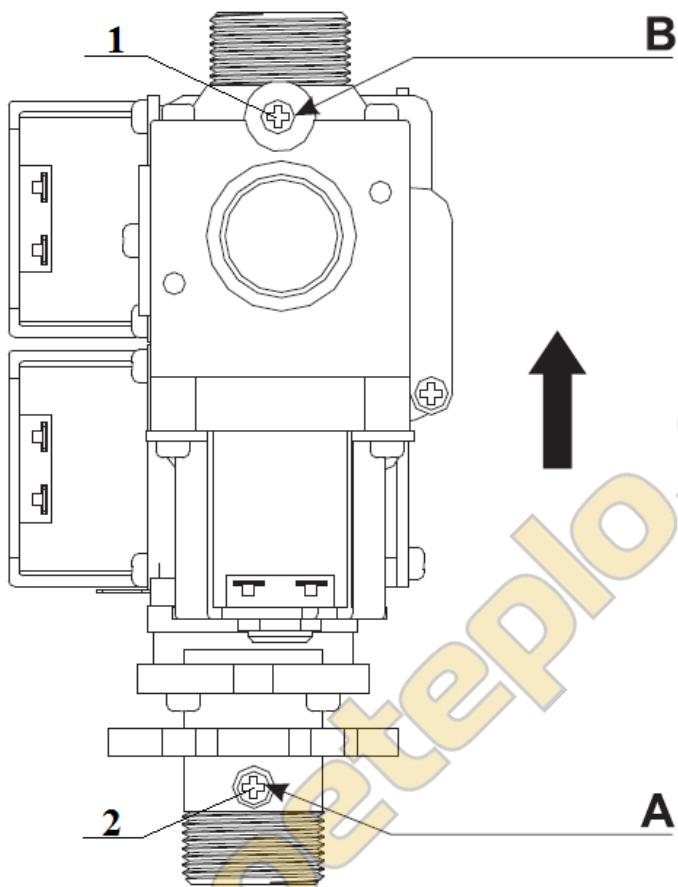

Рис. 19. Газовый клапан
- Отвинтите винт 1 и подключите газовый манометр к штуцеру замера давления газа «В» на выходе из газового клапана (см. рис. 19);